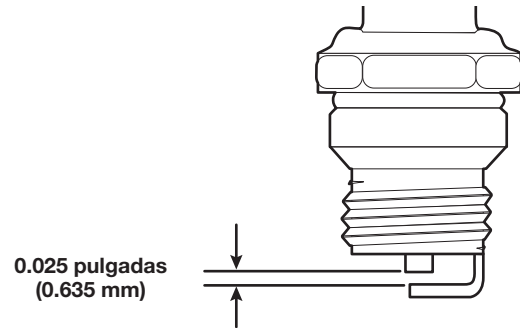

Fig. 18
4. Use un calibrador de separación para ajustar una separación de aire de **0.025 pulgadas (0.635 mm)** (Fig. 18).